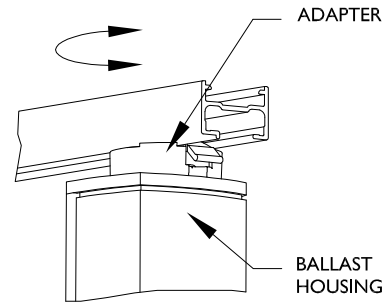

FIG. 2
2. Rotate fixture ADAPTER 90° with the help of the BALLAST HOUSING until LOCKING LEVER snaps and locks in place (FIG.2)
3. To remove, depress LOCKING LEVER, then rotate ADAPTER 90° counterclockwise with the help of the BALLAST HOUSING (FIG.2)
2. A l'aide du boîtier de ballast, faire pivoter l'adaptateur de 90 (degré sign) jusqu'à ce que le levier de verrouillage s'enclenche et se verrouille en position. (*fig.2*)
3. Pour retirer: peser sur le levier de verrouillage et à l'aide du boîtier du ballast pivoter l'adaptateur de 90(degrees) dans le sens inverse des aiguilles d'une montre. (*fig.2*)